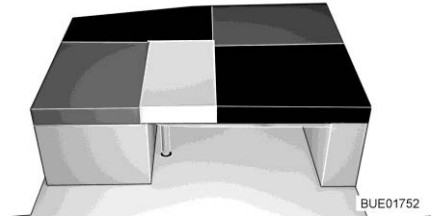

Fig. 158 Après la transformation
- Poser le coussin de dossier du siège latéral/de la banquette latérale sur la table (entre le coussin d'assise du siège latéral/de la banquette latérale et le coussin supplémentaire, voir Fig. 158).